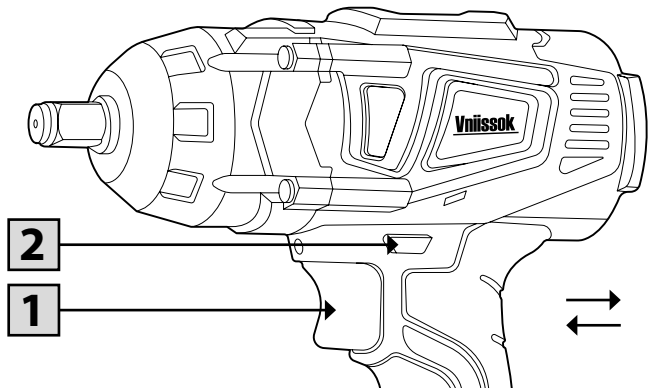

Рисунок 2.3.3.
**ВНИМАНИЕ!** Пользуйтесь переключателем «2» (рисунок 2.3.3.) только после полной остановки инструмента, чтобы избежать его повреждения. Направления вращения патрона можно изменять с помощью переключателя «2», при отпущенной клавише выключателя «1» (рисунок 2.3.3.). Для вращения вправо (для закручивания винтов) прижмите переключатель направления вращения «2» влево до упора (рисунок 2.3.3.). Для вращения влево (для ослабления и выворачивания винтов или отвинчивания гаек) прижмите переключатель направления вращения «2» вправо до упора (рисунок 2.3.3.).